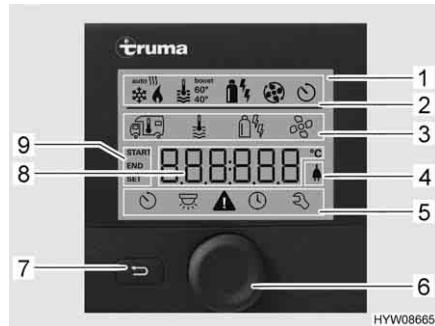

Fig. 59 Centralina di controllo con indicazioni
- Riga di stato (Fig. 59,2)
- Riga di menu in alto (Fig. 59,3)
- Area di indicazione (Fig. 59,8)
- Riga di menu in basso (Fig. 59,5)
■ Premere la manopola/il pulsante (Fig. 59,6) per circa 3 secondi. Vengono visualizzate entrambe le righe di menu (Fig. 59,3 e Fig. 59,5). Il primo simbolo lampeggia.
- Ruotare la manopola/il pulsante (Fig. 59,6), finché viene visualizzato il simbolo del menu desiderato.
- Premere la manopola/il pulsante per memorizzare il valore impostato. Se il valore impostato originariamente non deve essere modificato: Premere il tasto indietro (Fig. 59,7).
- Ruotare la manopola/il pulsante (Fig. 59,6), finché il simbolo del menu del riscaldamento (Fig. 60,1) lampeggia.
- Premere la manopola/il pulsante per memorizzare il valore impostato. Il simbolo nella riga di stato lampeggia (Fig. 59,2), finché viene raggiunta la temperatura impostata. Se il valore impostato originariamente non deve essere modificato: Premere il tasto indietro (Fig. 59,7).
- Ruotare la manopola/il pulsante (Fig. 59,6), finché il simbolo del menu delle ventole (Fig. 60,4) lampeggia.
- Ruotare la manopola/il pulsante (Fig. 59,6), finché il simbolo del menu del timer (Fig. 60,6) lampeggia.